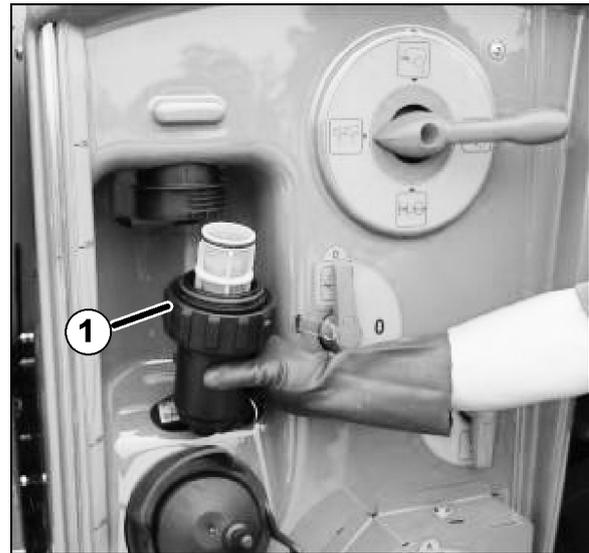

Fig. 125
2. Retirar el filtro de descarga (Fig. 125/1) y limpiar con agua.